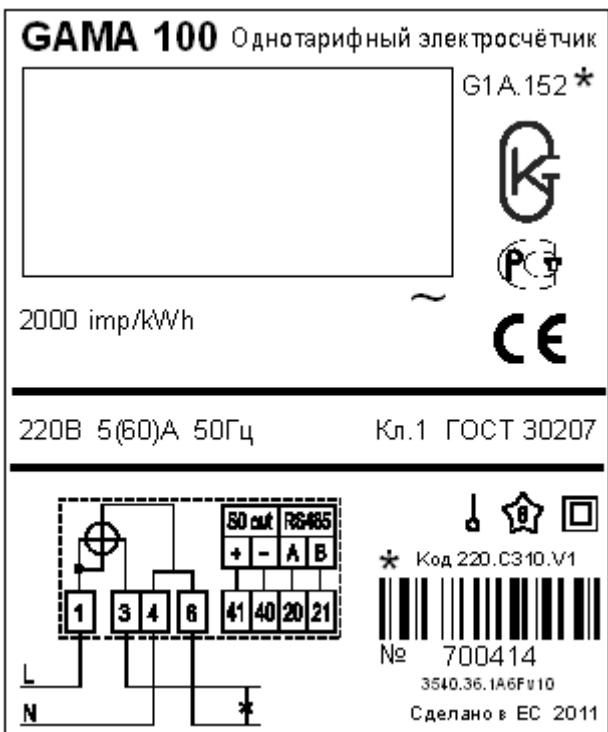
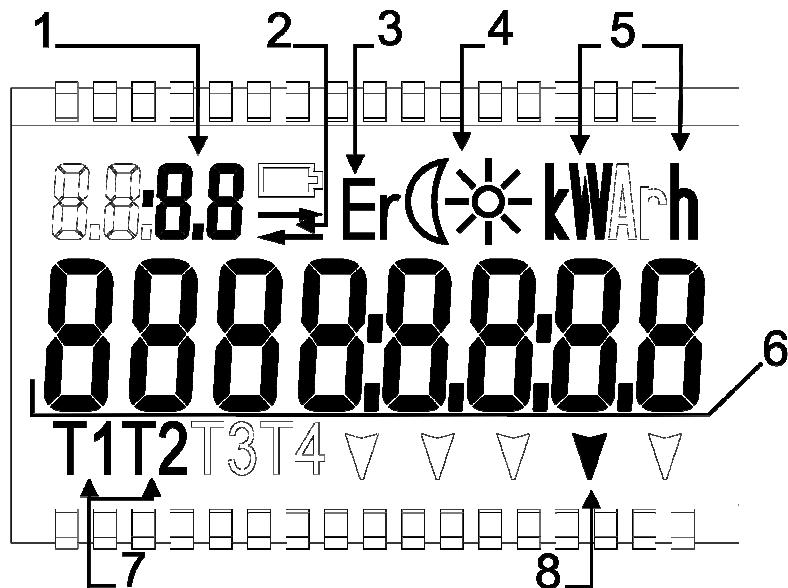
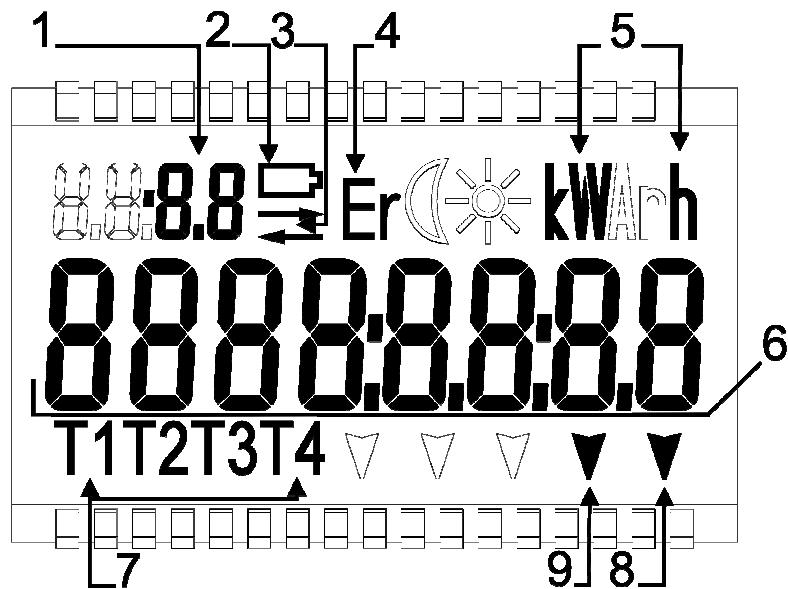

Рис. 4-9 Щиток счетчика G1A (однотарифный счетчик)
Рис. 4-10 Сегменты и поля жидкокристаллического индикатора счетчика G1E
Рис. 4-11 Сегменты и поля жидкокристаллического индикатора счетчика G1A
**Примечание:** Для того чтобы определить различия однотарифного счетчика G1A от многотарифного и привлечь внимание пользователя к типу счетчика, в строчке кода заказа однотарифных счетчиках G1A добавлен дополнительный символ "\*" (например, G1A.152\*). Кроме того на щитке счетчика напечатан дополнительный информационный текст "Однотарифный электросчетчик" (см. рис. 4-9).
На жидкокристаллическом индикаторе счетчика G1E ( $\geq 22\text{mm} \times 45\text{mm}$ ) имеются 93 управляемых сегмента (Рис. 4-10), однако не все из них используются. Жидкокристаллический индикатор позволяет отображать значение накопленной активной энергии до двух тарифов и информировать о функционировании счетчика. Расположение сегментов на индикаторе показано на Рис. 4-9, они обозначены более темным цветом. Жидкокристаллический индикатор счетчика G1E (Рис. 4-9) можно разделить на поля (поле состоит из одного или нескольких сегментов):
На жидкокристаллическом индикаторе счетчика G1A ( $\geq 22\text{mm} \times 45\text{mm}$ ) имеются 94 управляемых сегмента (Рис. 4-11), однако не все из них используются. Жидкокристаллический индикатор позволяет отображать значение накопленной активной энергии до четырех тарифов и информировать о функционировании счетчика. Расположение сегментов на индикаторе показано на Рис. 4-10, они обозначены более темным цветом. Жидкокристаллический индикатор счетчика G1A (Рис. 4-11) можно разделить на поля (поле состоит из одного или нескольких сегментов):